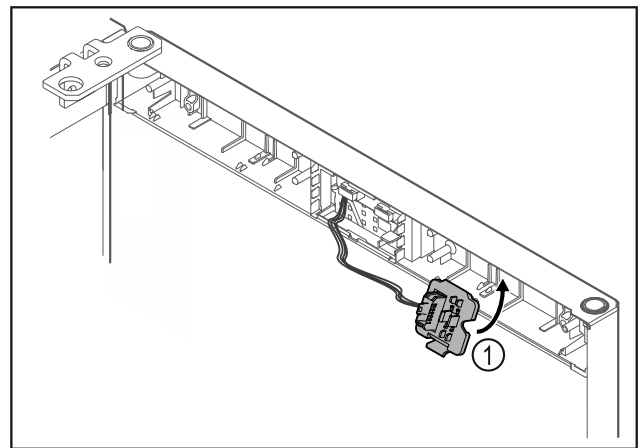

Fig. 14
- ▶ Зафиксируйте держатель штекера Fig. 14 (1) на противоположной стороне.*